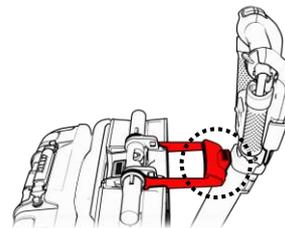

Figure 48
4. Enclenchez la poignée principale dans la cavité située sur la barre de direction (voir la figure 48).